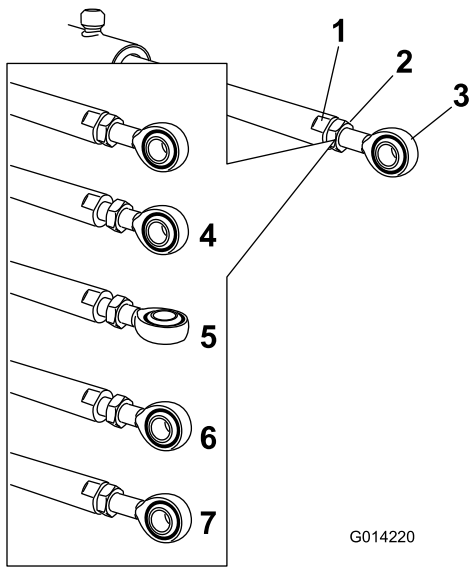

图 110
5. 使用扳手将提升器杆固定在杆的平面处然后松开锁紧螺母图 110。
- 转动提升器杆上的杆端将延伸的提升器缩短或延长至所需的位置图 110。